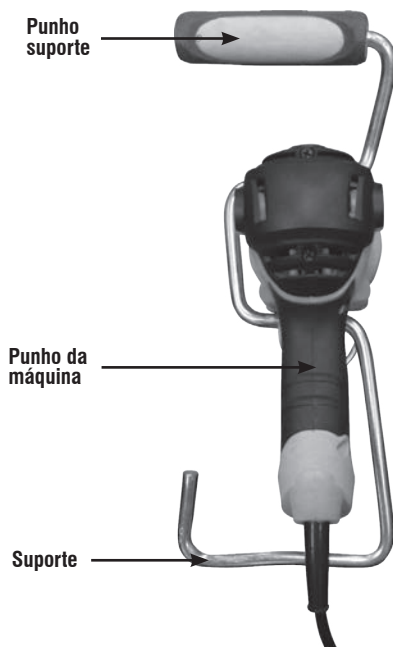

Fig. 4 – Montagem do punho no suporte
- Encaixe o suporte do misturador com o punho suporte do lado oposto do punho da furadeira, conforme mostra Fig. 4.